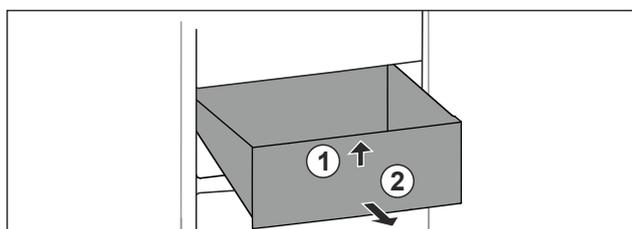

Fig. 33
- Soulever la partie avant du tiroir. Fig. 33 (1).
- Retirer le tiroir par l'avant. Fig. 33 (2)